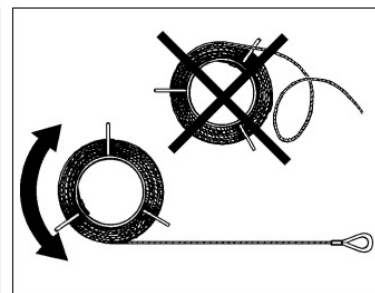

Fig. 1.19
- Evitar la formación de bucles durante el desenrollado de los cables. (Fig. 1.19).